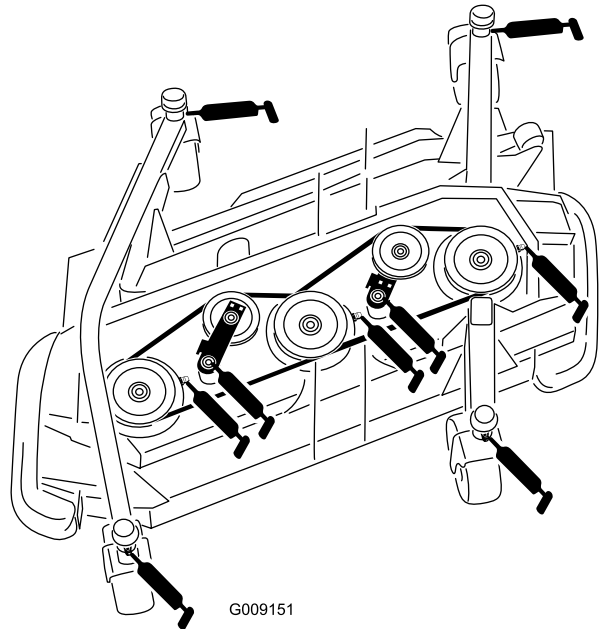

Bild 56
- Laufradgabel-Büchsen (4) (Bild 56)
- Spindelwellenlager (3) (am Spindelgehäuse) (Bild 56)
- Spannarm-Drehbüchsen (2) (an Spannarm-Drehwelle) (Bild 56)